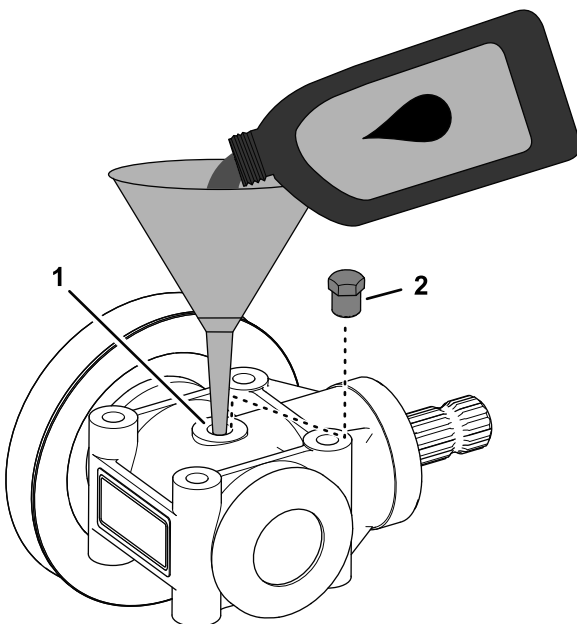

Figure 120
3. Faites pivoter le boîtier d'engrenages pour placer l'orifice de bouchon du carter en haut (Figure 120).
4. Versez 112 ml de l'huile spécifiée dans l'orifice du bouchon de carter du boîtier d'engrenages (Figure 120).
5. Insérez le bouchon dans l'orifice du carter du boîtier d'engrenages du plateau de coupe (Figure 120).